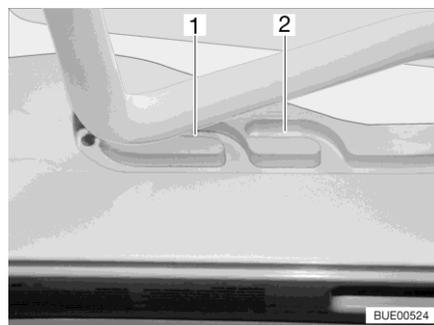
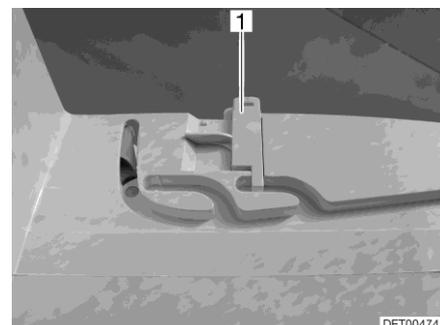

Fig. 89 Glissière (position de ventilation)
Fig. 90 Verrouillage (position de ventilation)
Il est possible d'amener le lanterneau Heki en deux positions de ventilation : Position pour mauvais temps (Fig. 89,1) et position intermédiaire (Fig. 89,2). Selon l'équipement, il est possible de verrouiller le lanterneau en position intermédiaire avec les deux verrous (Fig. 90,1) à gauche et à droite du cadre du lanterneau.
- Pousser légèrement l'étrier vers le haut, le pousser dans la glissière choisie (Fig. 89,1 ou 2) et le verrouiller si nécessaire.